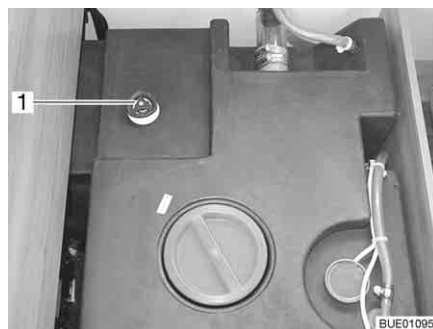

Fig. 171 Réservoir d'eau avec poignée tournante
- Faire tourner la poignée tournante (Fig. 171,1) du réservoir d'eau à fond dans le sens contraire des aiguilles d'une montre au-delà de la résistance pour ouvrir entièrement l'ouverture d'écoulement.